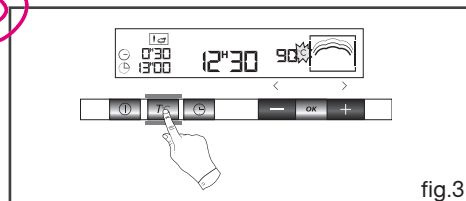

fig.3
• Parrilla (fig.3)
- Pulse el mando **T°C**, parpadeará el símbolo "°C" (fig.3).